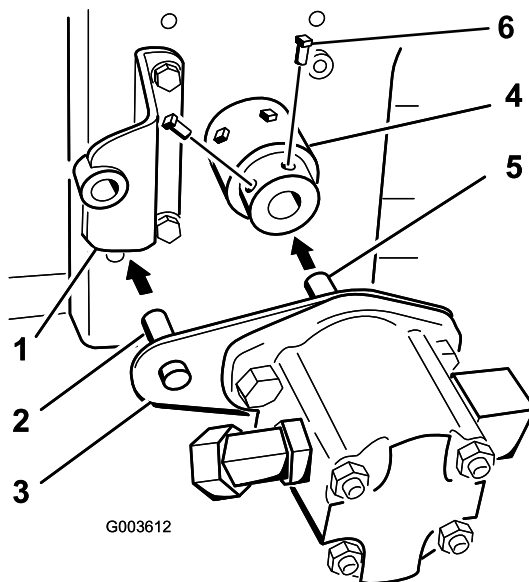

図 20
9. 油圧ポンプのシャフトをハブ・アセンブリに取り付ける時にポンププレート用スタッドをポンプブラケットに取り付ける。油圧ポンプのシャフトがエンジンの PTO シャフトに接触する (図 20)。
11. 2本の固定ねじ（5/16 x 3/4 インチ）に 青色 Loctite® を塗って、これらをハブアセンブリに取り付けて油圧ポンプのシャフトを固定する（図 20）。